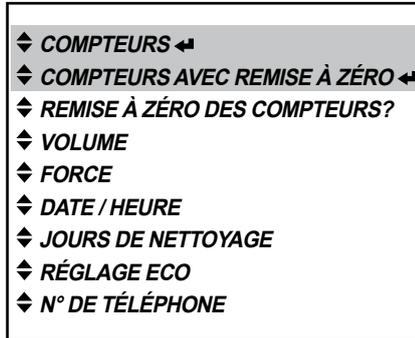

Fig. 33
- Activez le menu « COMPTEURS » ou le menu « COMPTEURS AVEC REMISE À ZÉRO » dans le mode responsable et appuyez sur la touche d'entrée ◀ pour l'afficher (fig. 33).